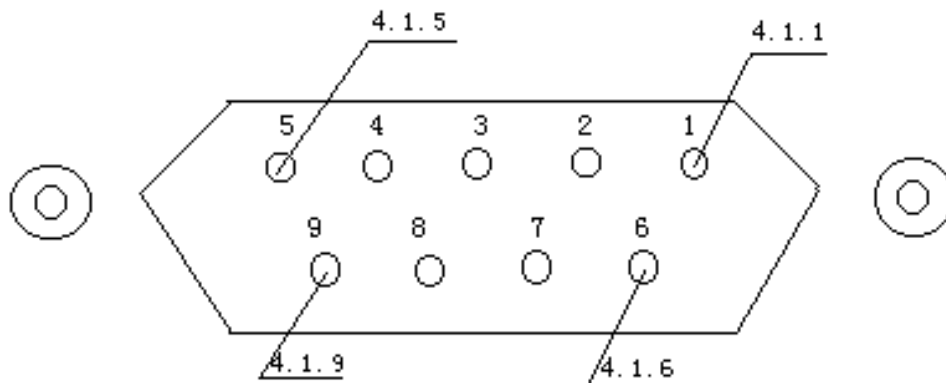

图 4—2
四、后面板功能说明（如图 4—1）
- 3、HANDLER（图 4—2）